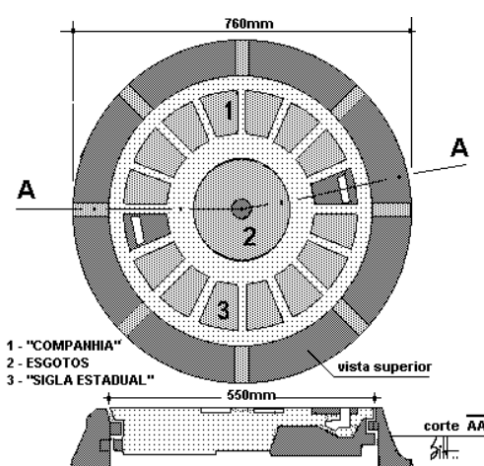
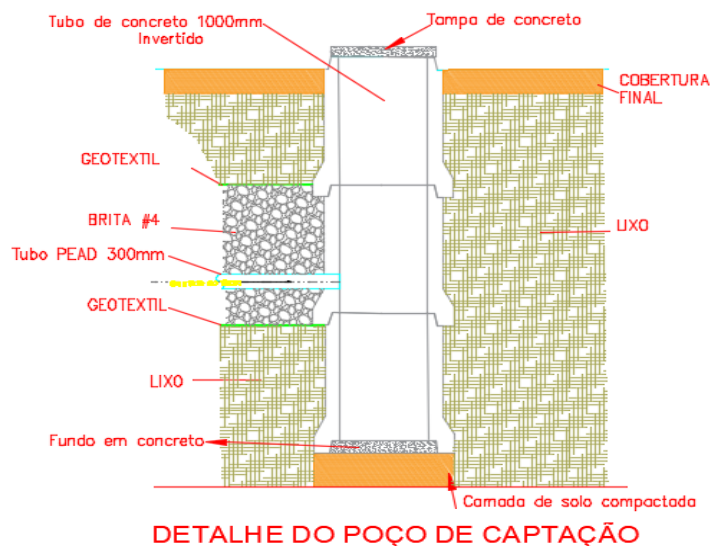

Figura-2: Tapa metálica do Poço de Captação
Figura-3: Poço de Captação
5.3. Poços de Captação - Todos os poços de captação devem ser providos de tampas metálicas Padrão COPASA conforme ilustrado na figura-2. Deverão ser construídos 5 poços de captação. A figura-3 mostra os detalhes construtivos dos poços de captação de chorume.